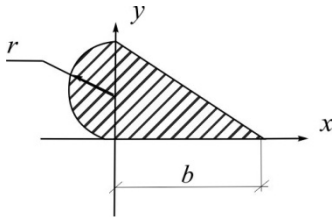

Рис.3.27
**3.24. Сечение составлено из полукруга радиуса  $r$  и прямоугольного треугольника с основанием  $b$ . При каком соотношении  $b/r$  центробежный момент  $I_{xy}$  равен нулю (рис.3.27)?**